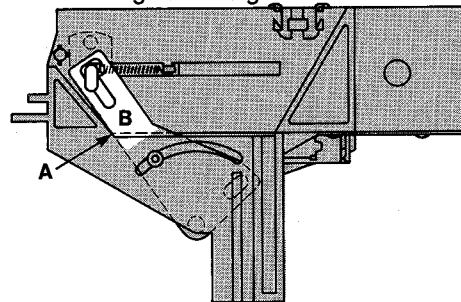

Fig. 2-2-8
- Endstellung des Hebels B (Fig. 2-2-8) rechts vom Lift in der Stellung "eject" ohne Cassette kontrollieren. In dieser Endstellung muss der Hebel ohne Spiel gerade an seinem Anschlag an der Liftaufnahme liegen. Wenn die Endstellung nicht optimal erreicht ist, dann die Exzentrik im Uhrzeigersinn verdrehen, bis nach Play → Eject die Endstellung immer erreicht wird.